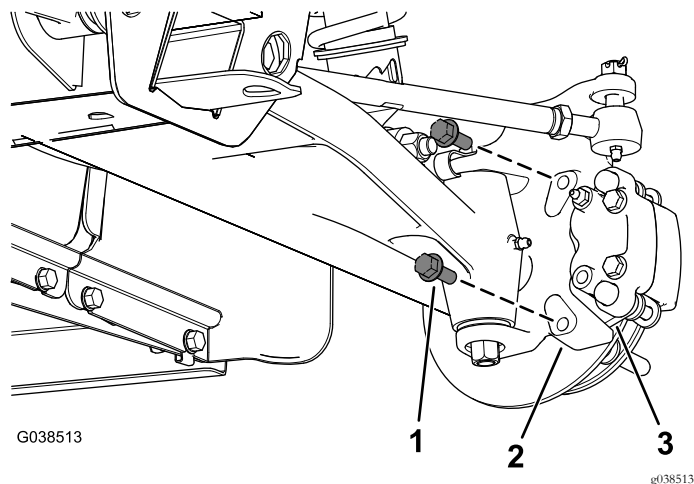

Рисунок 4
- Выверните болты с фланцевыми головками (3/8 x 1 дюйм), которые крепят кронштейн суппорта тормоза в сборе к шпинделю, и снимите суппорт тормоза в сборе со шпинделя (Рисунок 4).
9. Установите новый суппорт тормоза в сборе на шпиндель с помощью двух болтов с фланцевыми головками (3/8 x 1 дюйм), как показано на Рисунок 4.